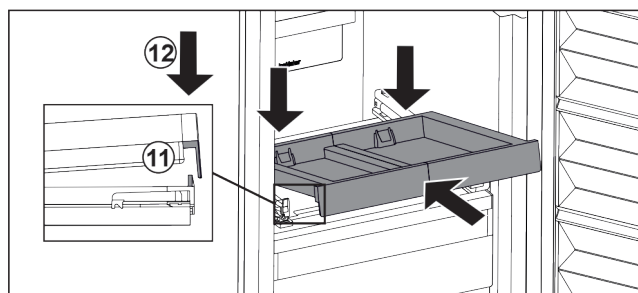

Fig. 93
- ▶ Skub skråt ind. Vær opmærksom på, at anslaget to sidder er bag lasken. Fig. 93 (11)
- ▶ Sæt udtrækshylden ned foran. Fig. 93 (12)